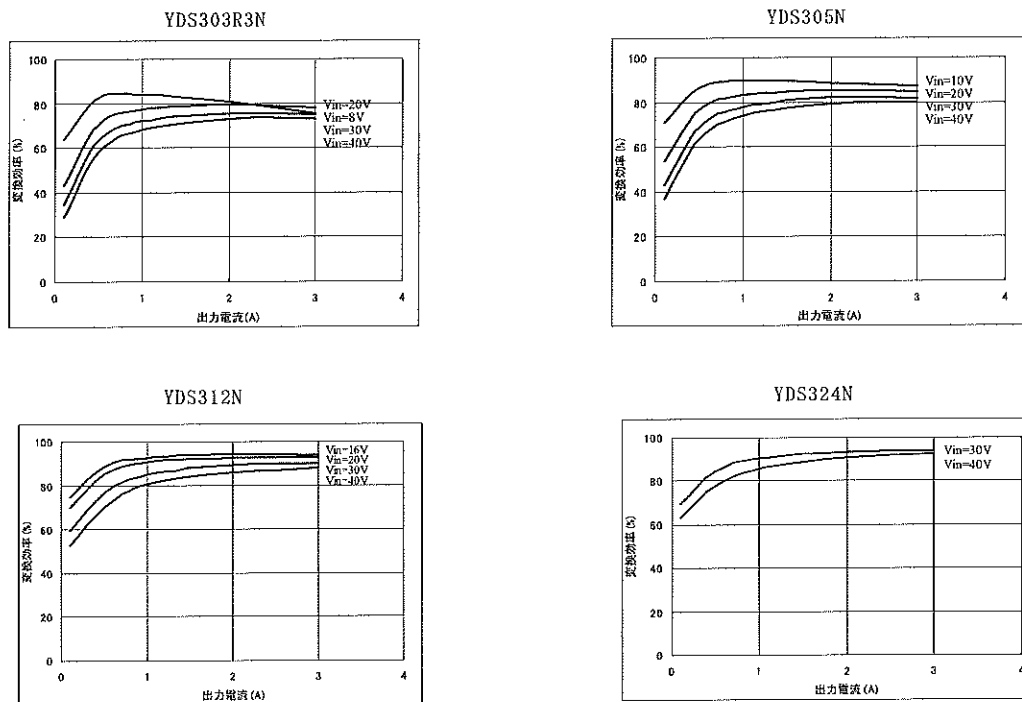

図8. 効率曲線 (Ta=25℃ 代表例)
③. 効率曲線を使った求め方
- 図8の「効率曲線」から、b)の時の効率 η (%)を求めます。
- 効率 : 約87% (図8より)